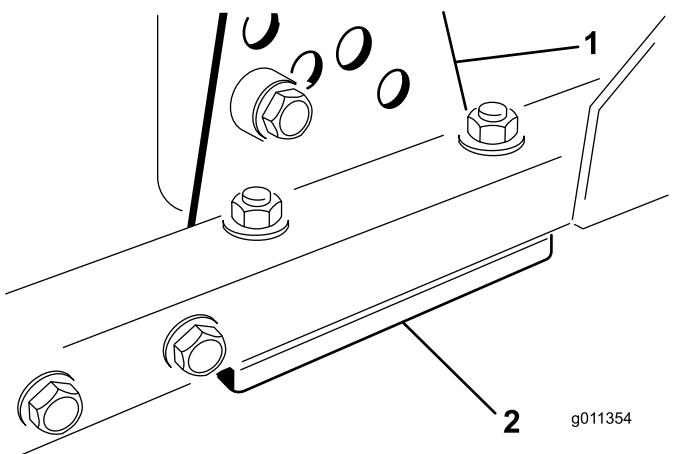

Figura 84
- Retire el soporte de altura de corte (delantero, izquierdo o derecho) del bastidor de la carcasa (Figura 84).
- Coloque suplementos de 1,5 mm y/o 0,7 mm entre el bastidor de la carcasa y el soporte hasta lograr el ajuste de altura deseado (Figura 84).